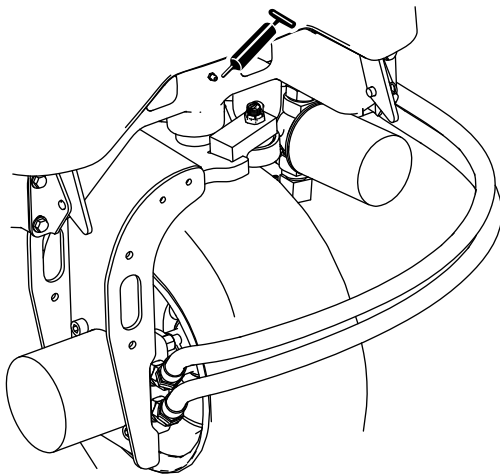

**Bild 37**
- 2 hintere Hubarm-Drehbüchsen und Hubzylinder (**Bild 37**)